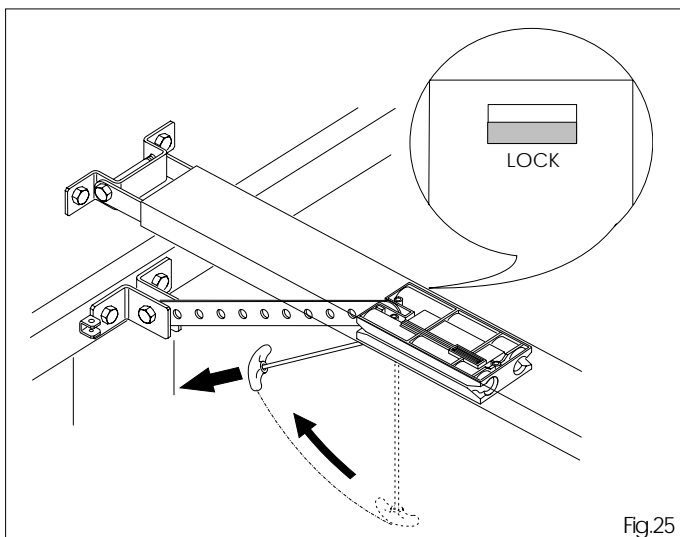

Fig.25
6.23 Ribloccare l'automazione tirando orizzontalmente la maniglia (fig.25 N.B. al rilascio accertarsi di vedere sotto al carrello la finestra di indicazione "LOCK" di colore rosso segno del corretto riarmo).